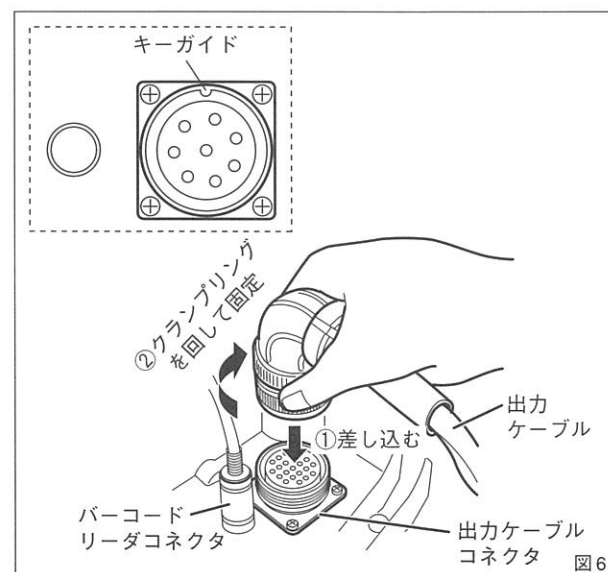

図 6
- ① 出力ケーブルコネクタのキーガイドを合わせて、出力ケーブルを出力ケーブルコネクタに差し込んで接続します。
- ② クランプリングを時計方向に回し固定します。(取り外しの場合はクランプリングを反時計方向に回して、固定を解除してから引き抜いてください。)(図 6)
- ③ 同様にバーコードを接続します。